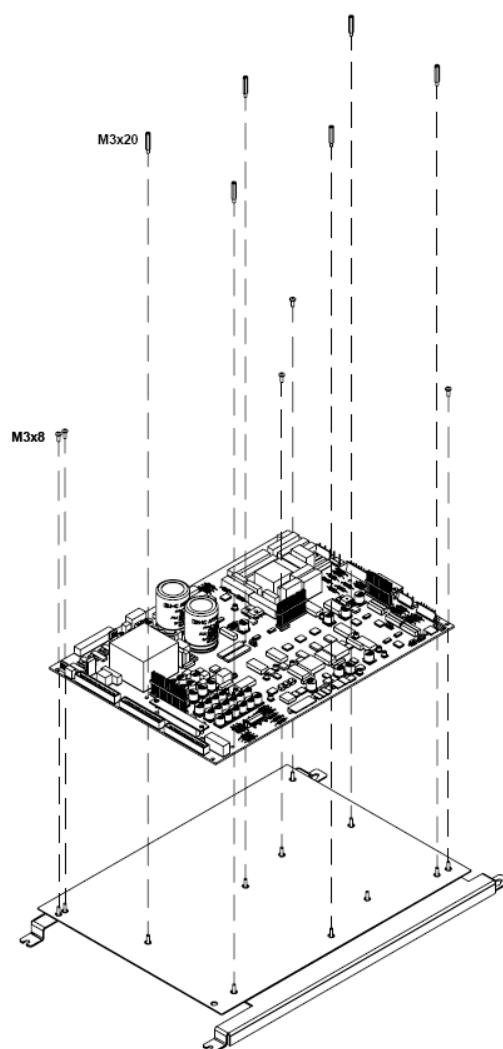
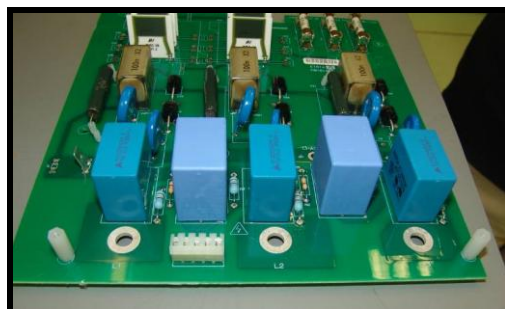
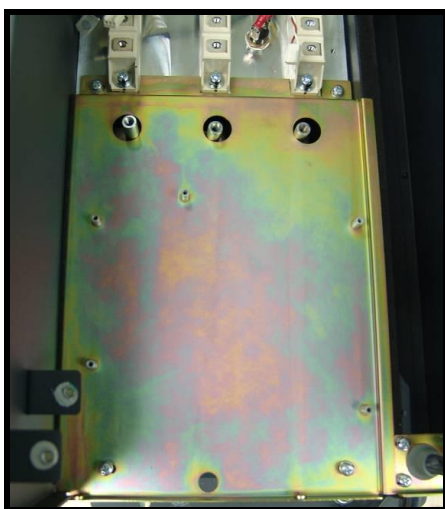

Figura 7.4.7. Retirar la tarjeta de potencia.
Figura 7.4.10. Extracción de la tarjeta de conexiones
Figura 7.4.16
- 5) Colocamos la tarjeta sobre la bandeja para la electrónica, haciendo coincidir los pernos de esta con los agujeros de la tarjeta (ver figura 7.4.7).
Antes de proceder, deberemos haber retirado los embellecedores (ver apartado 7.4.1) la bandeja de las tarjetas (ver figura 7.4.7), la tarjeta pinchable de disparo de tiristores (ver apartado 7.4.7.) y las pletinas de conexión a los tiristores (ver figura 7.4.10 a).
- 3) Retiramos los 5 tornillos de cabeza abombada **M3x6** DIN-7895H. Ver figura 7.4.10.
- 4) Colocamos la tarjeta en su posición correcta como muestra la Figura 7.4.10, encarando los agujeros con la bobina de choque.
Figura 7.4.10 a
Antes de proceder, deberemos haber retirado los embellecedores (ver apartado 7.4.1) la bandeja de las tarjetas (ver figura 7.4.7), la tarjeta pinchable de disparo de tiristores. (Ver apartado 7.4.7.), la tarjeta de conexiones de potencia. Ver figura (7.4.10).
Antes de retirar la tarjeta gate drive superior debemos haber retirado los embellecedores (ver apartado 7.4.1) la bandeja de las tarjetas (ver figura 7.4.7) y la tarjeta superior de gate drive (ver figura 7.4.7).
Antes de retirar los IGBTs debemos haber retirado los embellecedores (ver apartado 7.4.1) la bandeja de las tarjetas (ver figura 7.4.7) y la tarjeta superior de gate drive (ver apartado 7.4.10).
Antes de retirar los trafos, debemos haber retirado los embellecedores (ver apartado 7.4.1) y la bandeja de las tarjetas (ver figura 7.4.7).
Para poder retirar la bobina de choque trifásica debemos haber retirado los embellecedores (ver apartado 7.4.1), la bandeja de las tarjetas (ver figura 7.4.7), la tarjeta de conexiones de potencia (ver apartado 7.4.8), las pletinas de conexión a los tiristores (ver figura 7.4.10 a), las pletinas del bus (Ver figura 7.4.17 a), el dc bus (ver apartado 7.4.9) y la bandeja donde se apoya la tarjeta de conexiones (ver figura 7.4.16).
Es necesario haber retirado los embellecedores (ver apartado 7.4.1) la bandeja de las tarjetas (ver figura 7.4.7), la tarjeta de conexiones de potencia (ver apartado 7.4.8) , las pletinas de conexión a los tiristores (ver figura 7.4.10 a), las pletinas del bus (Ver figura 7.4.17 a), el dc bus (ver apartado 7.4.9), las pletinas de cables de control (ver figura 7.4.21) y la pletina de conexiones (ver figura 7.4.19) y la pletina intermedia (ver figura 7.4.20)